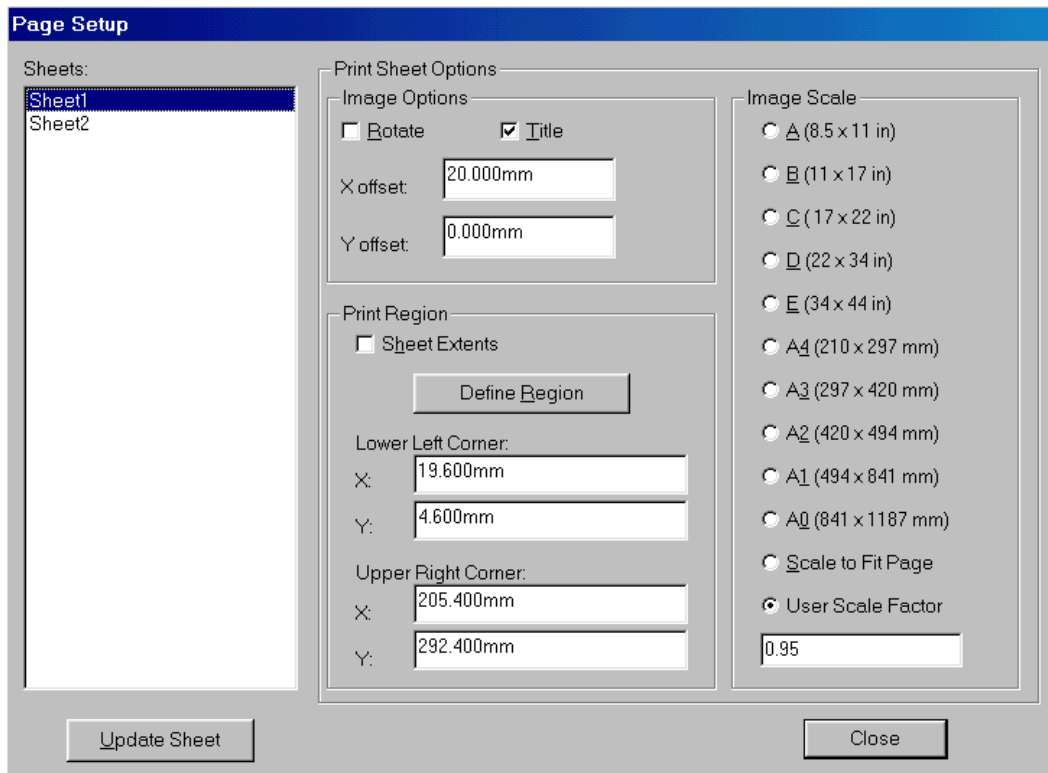

Рис. 6-33. Настройка параметров страницы для печати
7) На панели **Page Setup** щелкните по имени первой страницы – Sheet1- в окне *Sheets* для его выделения (см рис. 6-33).
10) Снимите флажок *Sheet Extents* (страница целиком) и задайте координаты нижнего левого (*Lower Left Conner*) и верхнего правого (*Upper Right Conner*) углов печатаемой области чертежа, как показано на рис. 6-33. Нажатие кнопки **Define Region** (определить область) позволяет указать границы области для печати непосредственно на чертеже с помощью мыши.